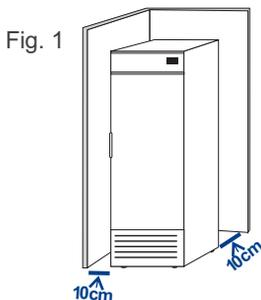

Fig. 1
- O equipamento deve ser instalado em local arejado e que facilite a ventilação da unidade de refrigeração, mantendo um espaço para circulação de ar mínima de 10cm (Ver fig. 1)